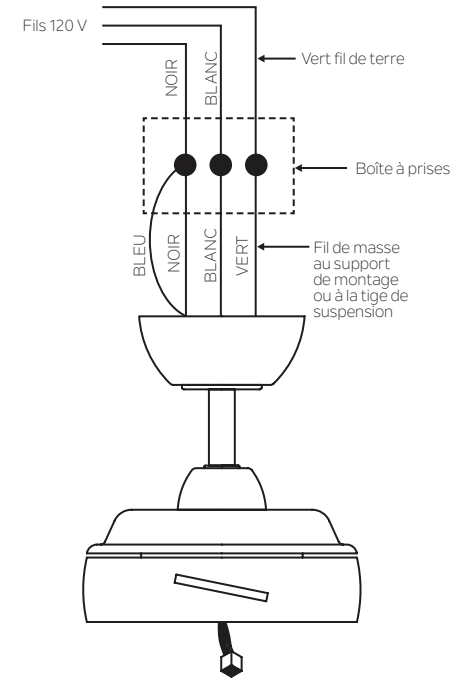

Fig. 12
**Étape 1.** Connecter le fil alimentation du ventilateur (noir) et le fil pour l'éclairage (bleu) au fil d'alimentation noir du domicile (voir la figure 12).